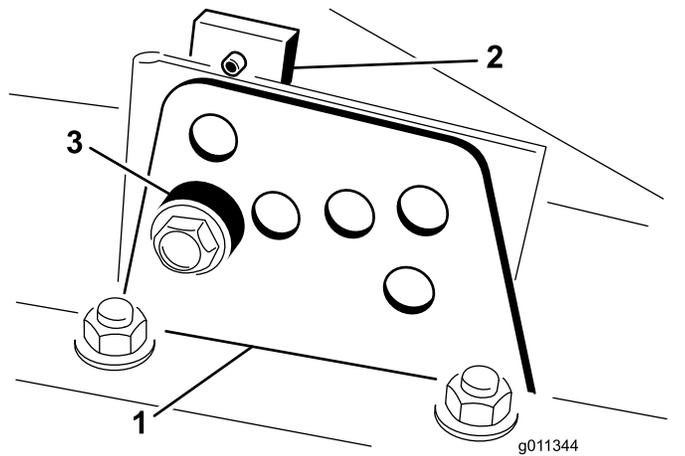

Figure 15
coupe (à l'avant et de chaque côté), comme montré à la Figure 15.
4. Tout en supportant la chambre, déposez l'entretoise (Figure 15).